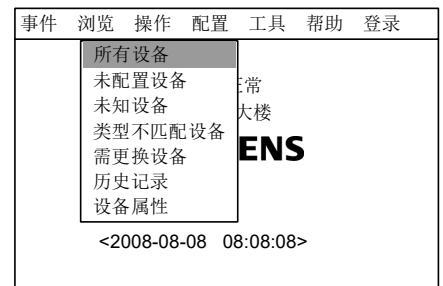
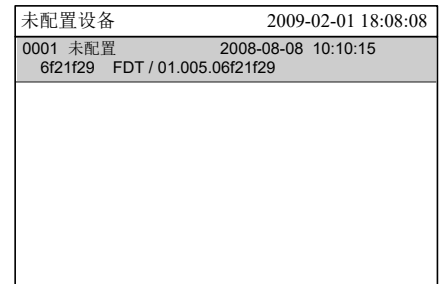

图 30-2
图 30-3
- 按“→”键选择“浏览”子菜单 (图 30-2), 然后按“↓”键选择“未配置设备”, 然后按“OK”键, 所有未配置设备显示 (图 30-3)。